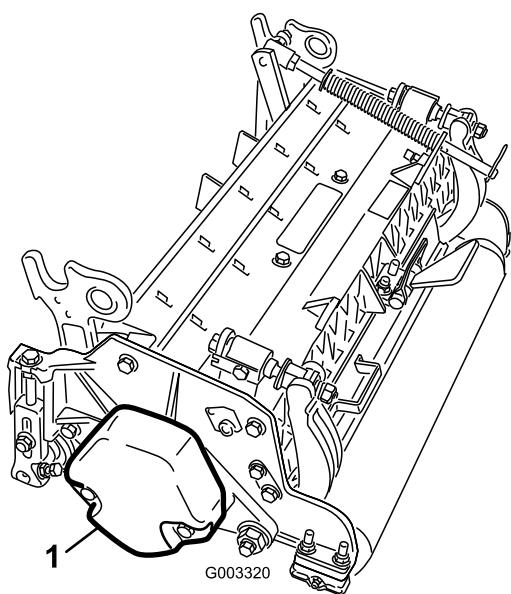

図 11
1. 2番、4番、6番カッティングユニットでは、カウンタ・ウェイトをカッティングユニットの左側に固定しているキャップスクリュ (2本) を取る。カウンタ・ウェイトを取り外す (図 11)。